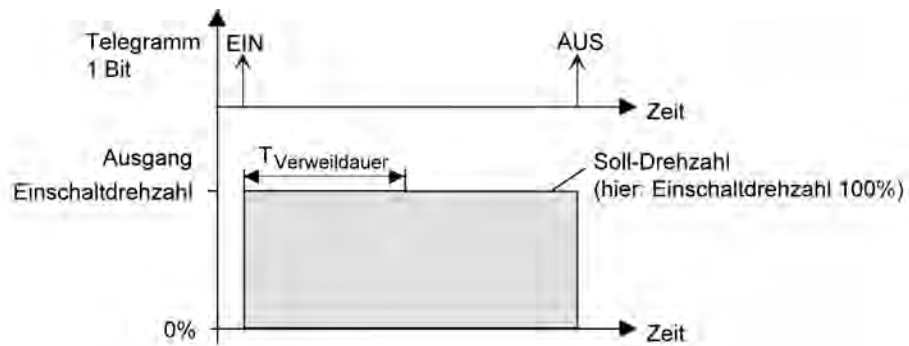
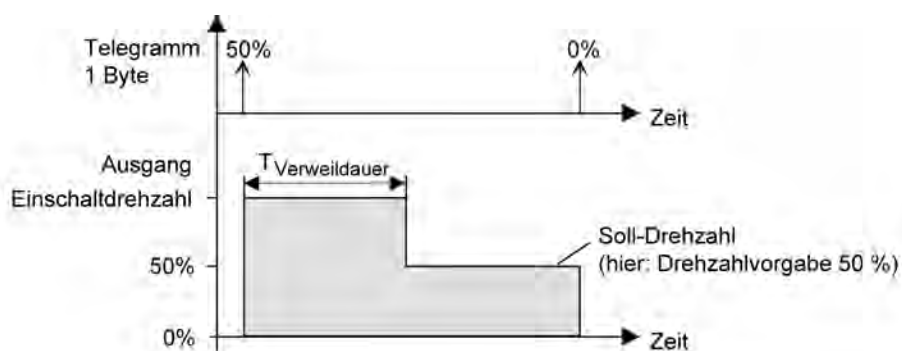
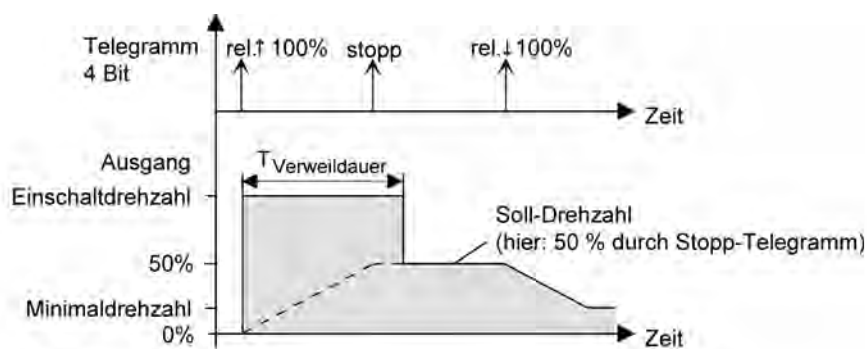

Bild 39: Einschalt Drehzahl und Soll-Drehzahl bei Schaltbefehlen
Bild 40: Einschalt Drehzahl und Soll-Drehzahl bei Wertbefehlen
Bild 41: Einschalt Drehzahl und Soll-Drehzahl bei relativen Dimmbefehlen
- i** Soll-Drehzahl: Die Soll-Drehzahl ergibt sich direkt aus Schaltbefehlen durch Schalt-Telegramme oder durch die Handbedienung. Die Soll-Drehzahl ist dann die Einschaltdrehzahl (Bild 39). Alternativ wird die Soll-Drehzahl unmittelbar durch Telegramme auf das Drehzahlobjekt oder durch Drehzahlvorgaben der Szenenfunktion oder Sperr- und Zwangsstellungsfunktionen festgelegt (Bild 40). Beim relativen Dimmen über ein 4 Bit Dimmtelegramm gibt die Schrittweite des Telegramms das Dimmziel und somit die Soll-Drehzahl vor. Wenn ein relativer Dimmbefehl durch ein Stopp-Telegramm angehalten wird (z. B. Taste am Tastsensor vorzeitig losgelassen), entscheidet der Zeitpunkt des Stopp-Telegramms, welche Drehzahl als Soll-Drehzahl eingestellt wird (Bild 41). Sofern das Stopp-Telegramm noch während der Verweildauer der Einschaltdrehzahl beim Aktor empfangen wird, berücksichtigt der Aktor die im Hintergrund nachgeführte und hochgedimmte Drehzahl zum Stoppzeitpunkt als Soll-Drehzahl. Wenn hingegen das Stopp-Telegramm bei Aktor eintrifft, nachdem die Verweildauer der Einschaltdrehzahl abgelaufen ist, stellt der Aktor die durch die Schrittweite des Dimmtelegramms vorgegebene Drehzahl als Soll-Drehzahl ein. Das Stopp-Telegramm wird in diesem Spezialfall verworfen. In der Regel senden Tastsensoren in der Standard-Konfiguration Dimmschrittweiten von 100 % aus. Das Stopp-Telegramm entscheidet dann, wann ein relativer Dimmvorgang vorzeitig abgebrochen wird. Kommt das relative Dimmen in der Betriebsart "Drehzahlsteller" zum Einsatz und ist eine relativ kurze Verweildauer zur Einschaltdrehzahl konfiguriert, sollten Tastsensoren auf kleinere Dimmschrittweiten mit Telegrammwiederholung umkonfiguriert werden. Hierbei ergibt sich der Vorteil, dass keine Stopp-Telegramme ausgesendet werden müssen, um Zwischenwerte des möglichen Dimmbereiches anzudimmen.